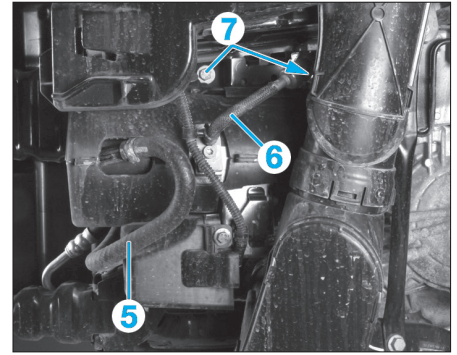

Fig. 15
- A l'aide d'un pince-durcit, pincer la durit (5) puis déposer cette dernière (Fig.15).
- Déposer la durit (6).
- Déposer les vis (7).